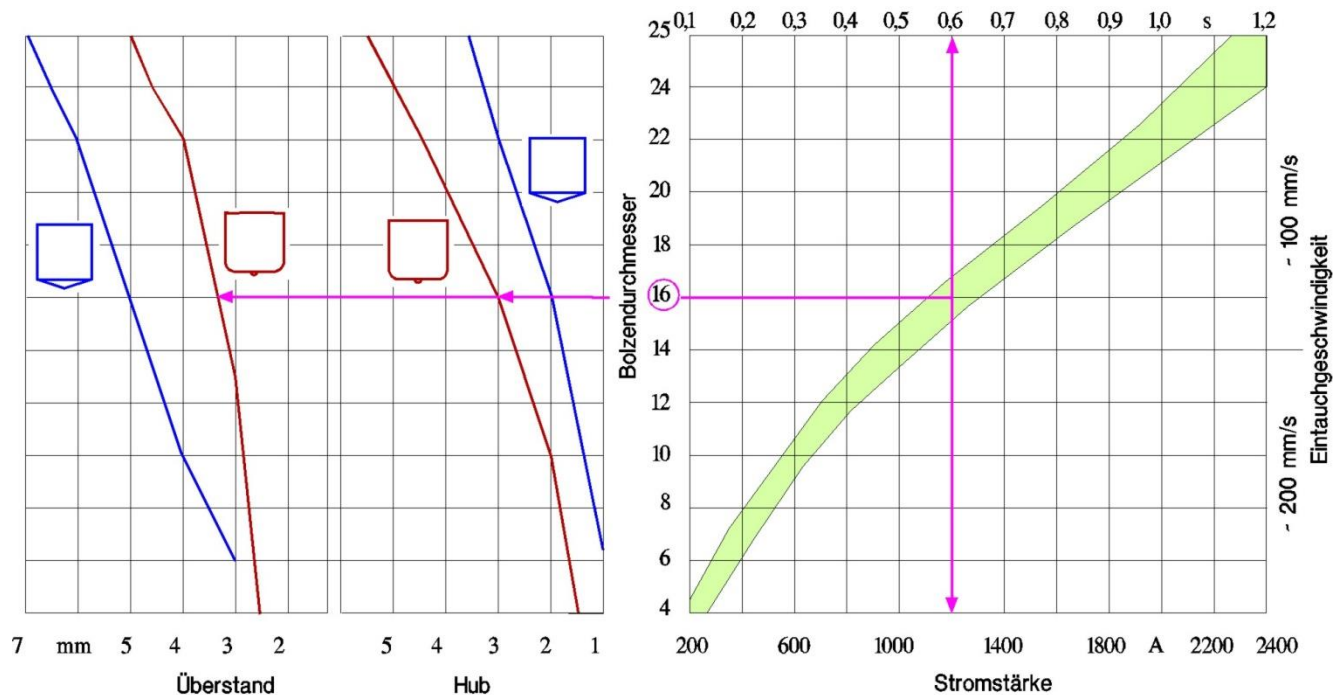

Bild 2: Richtwerte für Strom, Zeit, Hub, Überstand und Dämpfung (Beispiel: Bolzen mit 16 mm Durchmesser und flacher Spitze)
Hub (Lichtbogenlänge) und Überstand sind wichtige Parameter beim Bolzenschweißen. Sie können im Wesentlichen in Abhängigkeit vom Bolzendurchmesser anhand Bild 2 gewählt werden. Die Schweißposition oder die Oberflächenbeschaffenheit des Grundmaterials können Änderungen erforderlich machen. Die passenden Werte sollten dann durch Versuche ermittelt werden.
Das Bild 2 gibt Einstellrichtwerte an, die beim Schweißen auf **metallisch blanken Oberflächen** in **Wannenlage** (Position PA) für gängige Bolzentypen erprobt wurden. Entscheidend ist der Durchmesser an der Schweißspitze, nicht das Nennmaß. Unter anderen Bedingungen (Schweißposition, Oberfläche verölt, verzündert oder gepräpelt) sind die günstigsten Werte durch Versuche zu ermitteln. Bei problematischen Oberflächen müssen z.T. Schweißzeit und Hub erheblich vergrößert und der Schweißstrom verringert werden. Beim Schweißen in Querposition ist es günstig, gegenüber den Richtwerten den Strom und den Überstand zu erhöhen und Zeit und Hub zu verringern. Zu beachten ist, daß beim Bolzenschweißen am unteren Ende des Leistungsbereiches großer Maschinen die Einstellwerte gegenüber den Tabellenwerten evtl. erhöht werden müssen. Dies hängt mit dem langsamen Hochfahren des Stromes zusammen, so daß während eines beträchtlichen Teils der Schweißzeit noch nicht der Endwert vorliegt. Dies muß durch Verlängern der Schweißzeit oder Erhöhen des Stromes ausgeglichen werden.
9. Verschieben Sie die Fußplatte mit den Säulen in den Klemmführungen so lange, bis der richtige Überstand erreicht ist. Richten Sie sich nach Bild 2. Eine schematische Darstellung der Stützeinrichtung finden Sie im Bild 4.
Keine Zwischenwerte einstellen! Richten Sie sich bei der Wahl der Werte nach Bild 2.